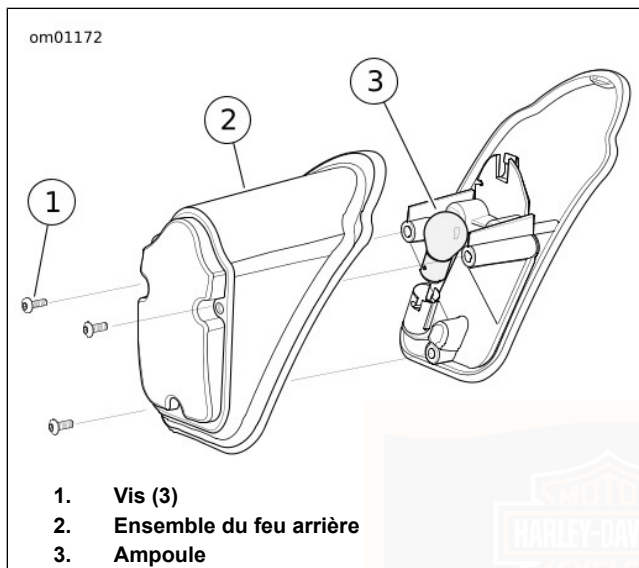

Figure 49. Ensemble du feu arrière : Style Tombstone
1. Voir Figure 49. S'assurer que l'interrupteur d'allumage est arrêté.